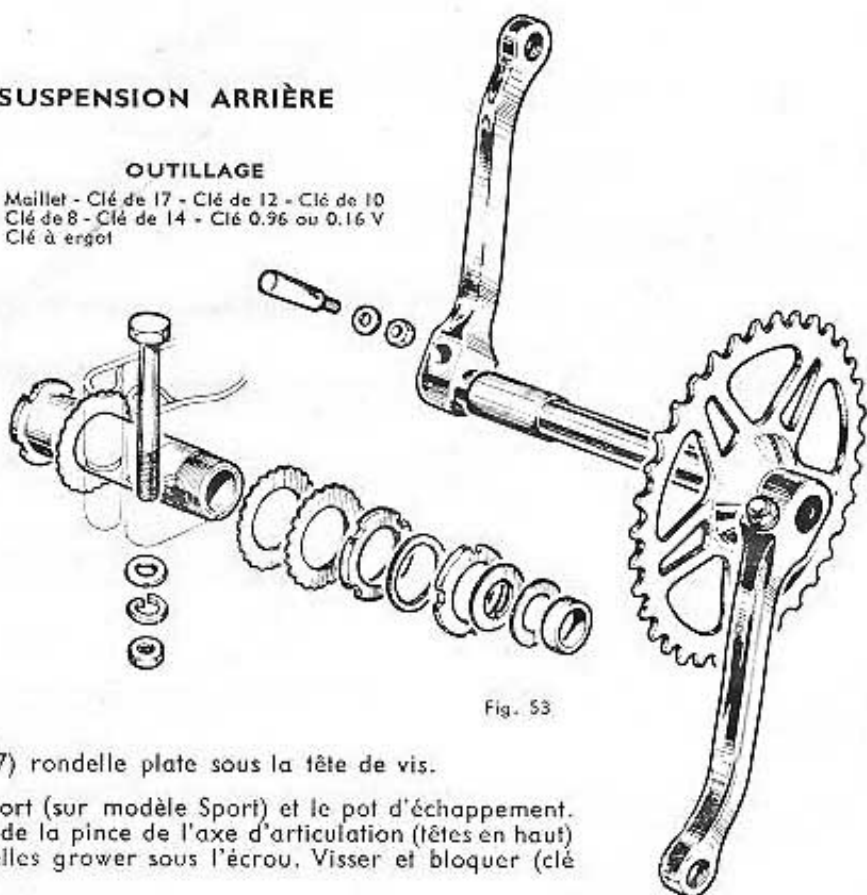

Fig. 53
- Déclaveter et retirer la manivelle gauche (clé de 10 - fig. 53).
— Remonter le pédalier dans l'ordre suivant (fig. 53) :